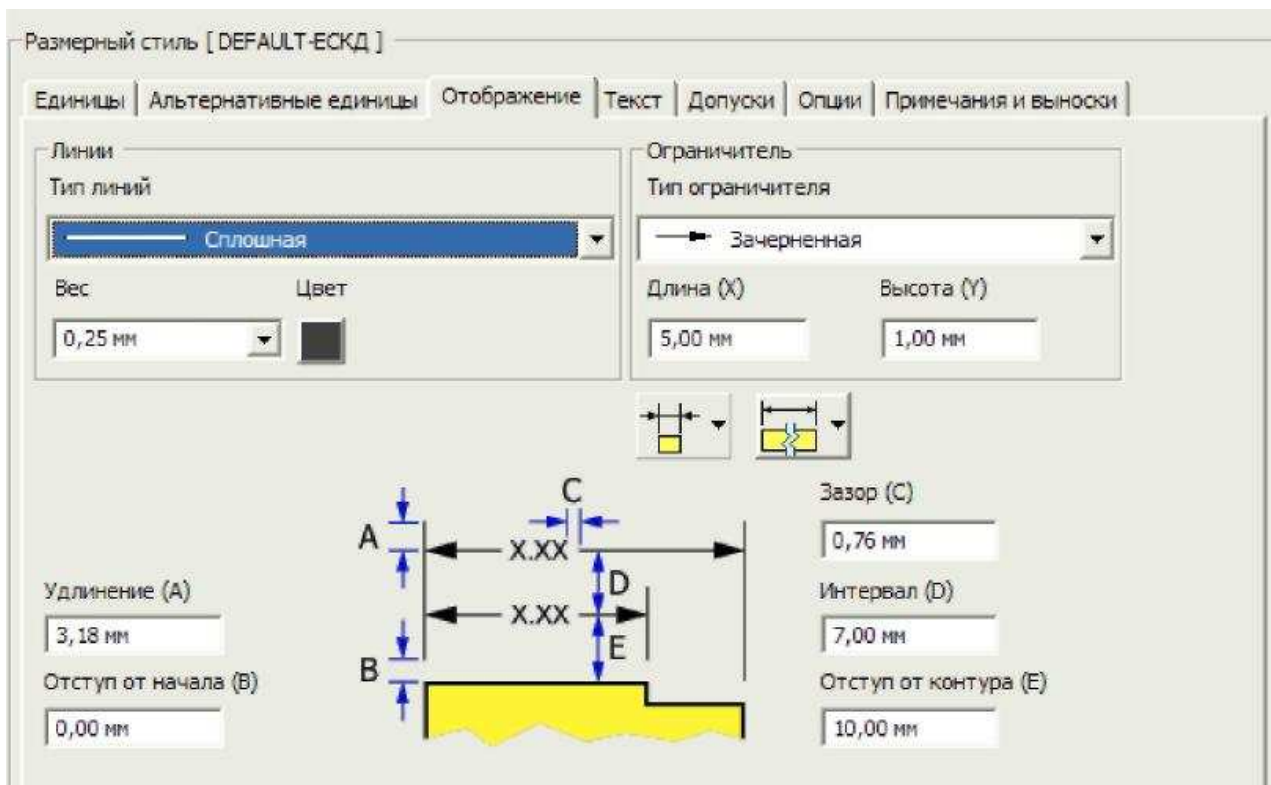
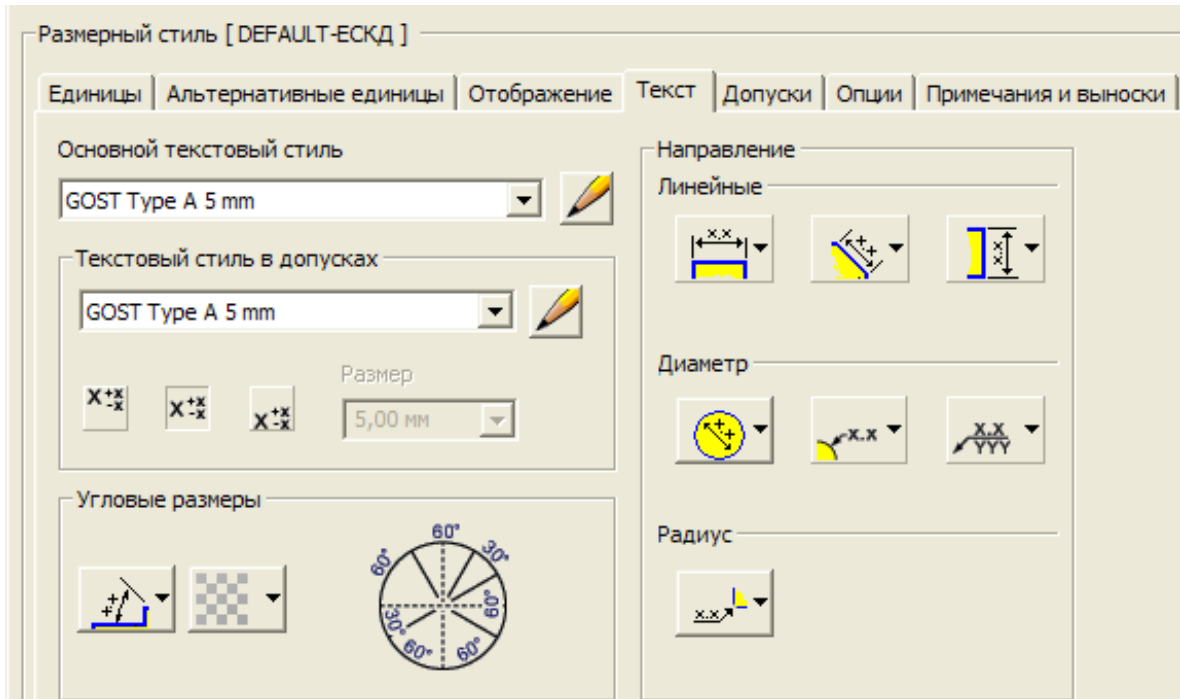

Рис. 95
Рис. 96
**Отображение** (Рис. 95) **Интервал (D)** — на **7 мм**, длину стрелки **Длина (X)** для формата А3 установите **5 мм**. На вкладке **Текст** (Рис. 96)